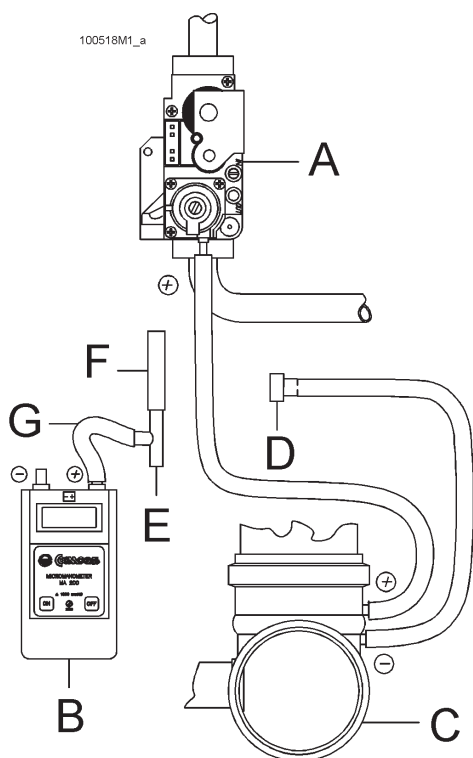

Figura 34 - Controllo pressione del gas al bruciatore
- togliere il tappo "D" dal tubo di silicone della depressione "-" (vedi figura 34) e collegarlo ad un manometro differenziale con risoluzione di almeno 0,1 mbar (1 mmH₂O) vedi figura 35;
- togliere il tubo di silicone dalla presa di pressione "+" sulla valvola del gas "A" (vedi figura 34);
- preparare il lato "+" del manometro differenziale con due pezzi di tubo "F" e "G", e con un raccordo a T identificato con "E" (vedi figura 34).